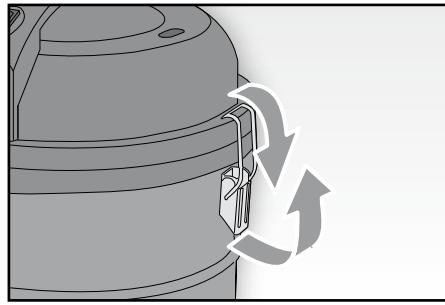
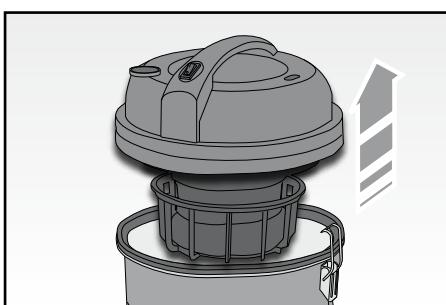

Fig. 7
Fig. 8
- Agire sulle due levette laterali (G) (FIG. 7) e rimuovere il coperchio (E) (FIG. 8).